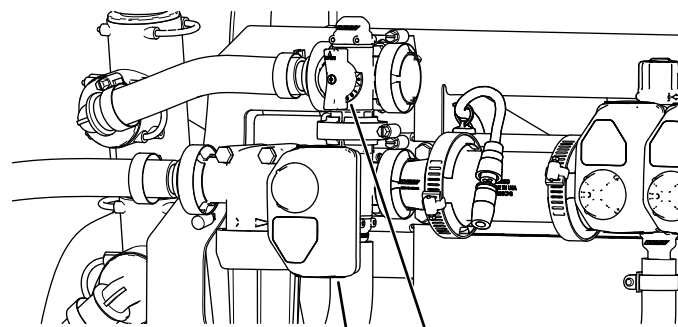

図 49
10. 攪拌バルブの背面についている攪拌バイパスバルブ 図 49 を使って、水圧計の読みシステム水圧が 6.89 bar 7 kg/cm² = 100 psi になるように調整する。